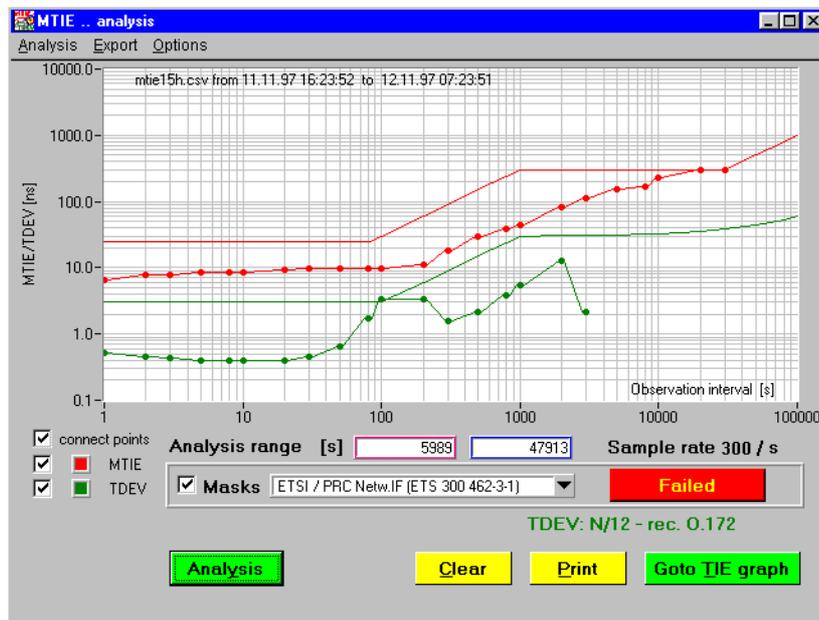

Bild B-8 Fenster "MTIE analysis" mit MTIE- und TDEV-Daten und einer Toleranzmakse für ETSI
- Analysekurve: Zum Vergleich werden nur die einzelnen Ergebnispunkte der Analyse herangezogen. Die Punkte der interpolierten Hilfslinien werden **nicht** verglichen. Sie dienen nur zur Verbesserung der optischen Darstellung (siehe Bild B-8).